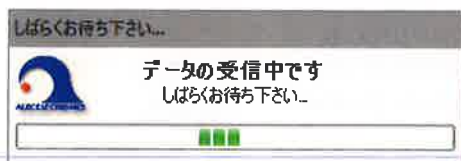

図 3.11 データ受信中
- (1) 当ソフトを起動し[通信 > 測定データ受信]をクリックし“測定データ受信”画面にします。
- (2) 表示部とパソコンを接続し、表示部を“通信モード”にします（表示部の“通信モード”への操作方法是表示部のマニュアルをご確認ください）。
- [データ受信]ボタンをクリックするとメモリー内の測定データを受信します。（図 3.11）